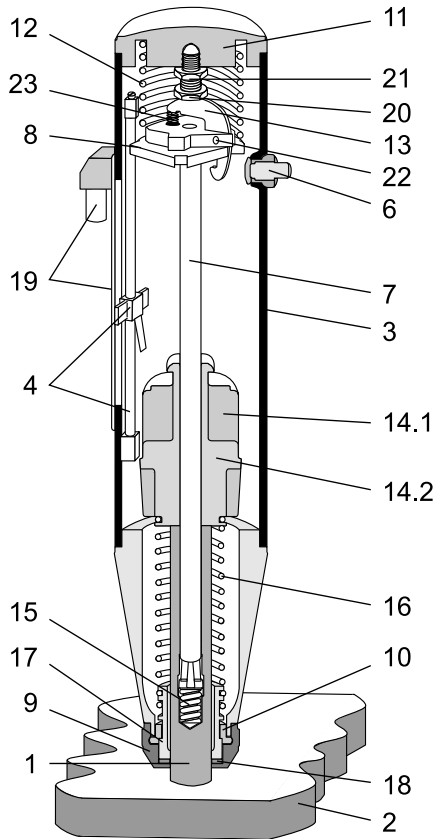

Fig. 6.2 Längsschnitt durch Betonprüfhammer
Die in Klammern () aufgeführten Positionen sind in Fig. 6.2, «Längsschnitt durch Betonprüfhammer» dargestellt.
Schleifer und Stange (4) (siehe Fig. 6.2) dürfen unter keinen Umständen demontiert, verstellt oder gereinigt werden, da sich sonst die Reibung verändern könnte. Für eine Neueinstellung sind Spezialwerkzeuge notwendig.